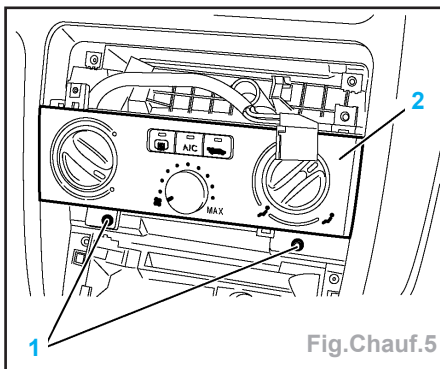

Fig. Chauff.5
- Déposer les fixations (1) (Fig. Chauff.5).
- Dégager la façade de climatisation (2)